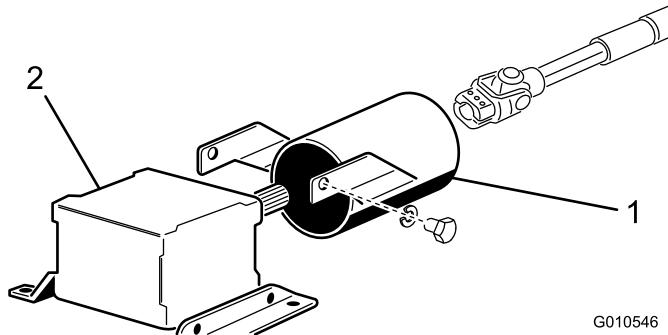

Figura 8
- Retire os 2 parafusos e anilhas de bloqueio que prendem os suportes de montagem do resguardo da tomada de força à caixa de engrenagens (Figura 8). Guarde todos os dispositivos de fixação para instalar futuramente.
- Deslize o resguardo do veio da tomada de força no veio da tomada de força, posicionando o resguardo como se mostra em Figura 8.